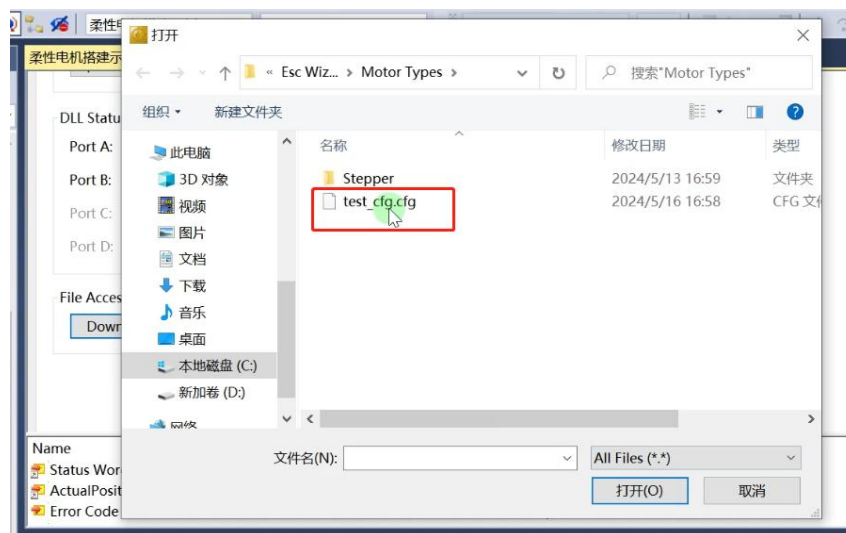

图 4.15 选择配置文件
(6) 点击 Download 按键，在弹框中选择向导软件生成的 xxx_cfg.cfg 文件，点击 OK，如图 4.15 所示。